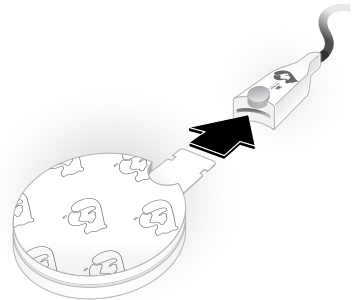

Figure 3-2 : Raccordement du capteur au câble de capteur
3. Raccordez le capteur au câble du capteur. Veillez à ce que la languette du capteur soit correctement connectée et entièrement insérée dans le câble du capteur (voir la Figure 3-2). L'écran de l'unité de contrôle passe à l'écran prêt une fois que le raccordement du capteur est confirmé.